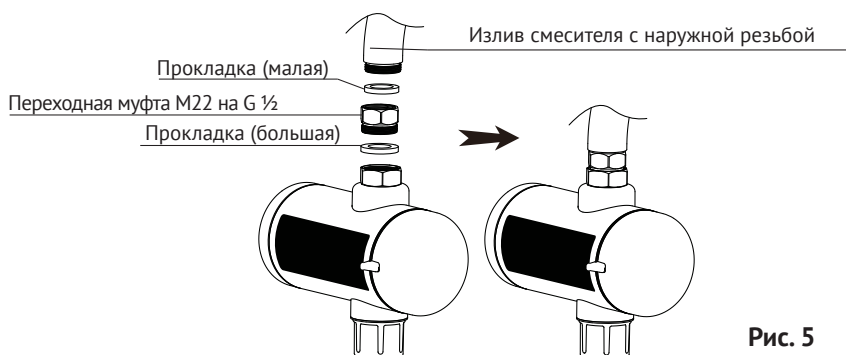
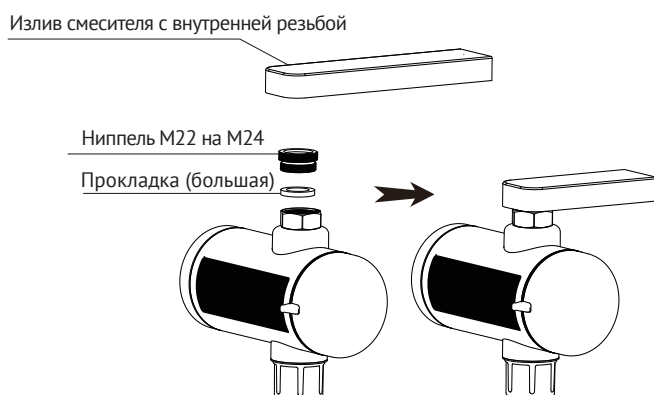

Рис. 5
Рис. 6
В зависимости от конструкции излива (с сетчатым аэратором или без), а также способа соединения аэратора (наружная резьба или внутренняя), возможны три способа установки водонагревателя (см. рис. 5, 6, 7).
2. В зависимости от расположения резьбы на выходном отверстии излива (внутренняя или наружная), используете подходящие переходные муфты и прокладки. Схема установки и порядок действий при монтаже на излив с наружной резьбой показана на рис. 5, а для внутренней резьбы - рис. 6.